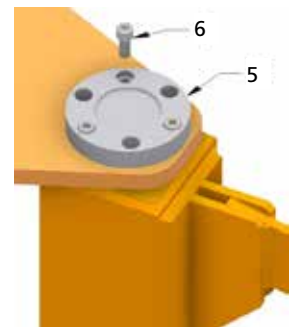

fig.45
4. Bloquee con los pares de apriete indicados en la tabla, los pernos 5 con los tornillos relativos 6 en los tres agujeros a 120° recabados en la brida de los pernos 5 (fig. 45).